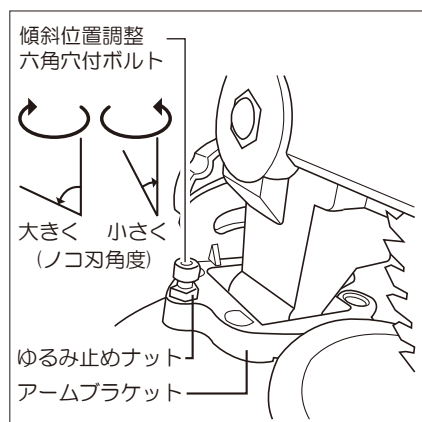

図19
- ④▼部と角度目盛に狂いがありましたら本機を起し、アームブラケット左側の傾斜位置調整六角穴付ボルトのゆるみ止めナットをゆるめます。(図19参照)
- ⑤傾斜位置調整六角穴付ボルトを回し、ノコ刃を傾斜させたときに▼部が角度目盛の45度に合うように調整してください。(右に回すとノコ刃傾斜角度が大きくなり、左に回すと小さくなります。)(図19参照)
- ⑥調整が完了したら傾斜角度固定ノブを締め、本機を固定し、傾斜位置調整六角穴付ボルトのゆるみ止めナットを締め付けてください。